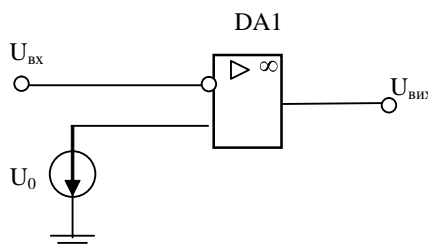

Рисунок 2
1. Зберіть схему компаратора, наведену на рис.2, з реальним ОП (наприклад, LM 741).